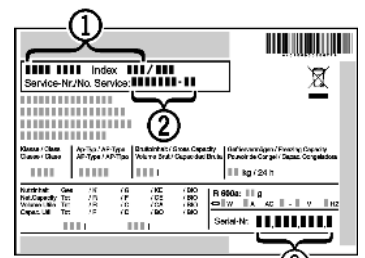

Fig. 9
- ▶ Lugege tüübisildilt maha seadme nimetus *Fig. 9 (1)*, teenindusnr *Fig. 9 (2)* ja seerianr *Fig. 9 (3)*. Tüübisilt asub seadme vasakul siseseinal.
- ▶ Teavitage klienditeenindust ja edastage viga, seadme nimetus *Fig. 9 (1)*, teenindusnr *Fig. 9 (2)* ja seerianr *Fig. 9 (3)*.